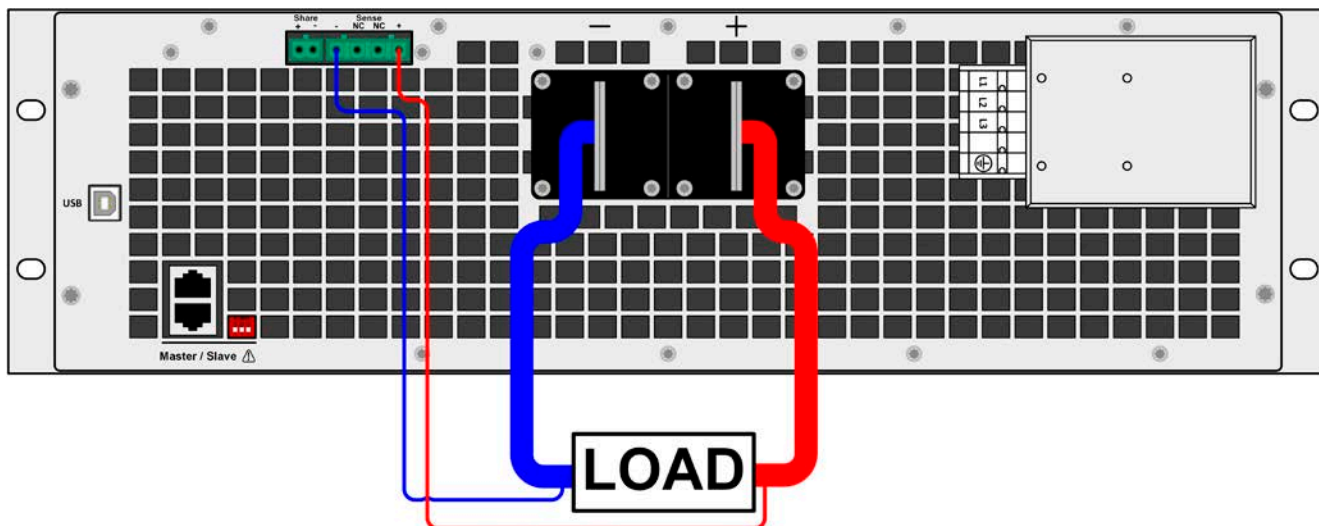

Рисунок 8 - Пример соединения удаленной компенсации
- Удалённая компенсация напряжения эффективна только при режиме постоянного напряжения (CV) и для других режимов работы, вход sense должен быть отключен по возможности, тогда как его подключение ведёт к увеличению колебаний.
- Кабели sense должны быть подключены + к + и - к - нагрузки, в противном случае sense вход источника питания будет поврежден. Смотрите рисунок 8 ниже.